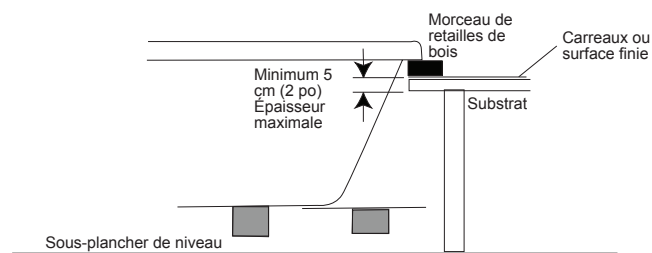

Figure 9 - installation par le dessus (vue latérale)
- 8 Examinez contact avec le substrat de la surface finie ou les tous les raccords, la plomberie et les conduites après l'insertion de la baignoire pour vous assurer que les composants ne sont pas endommagés, débranchés ou en membres de soutien (figure 9).